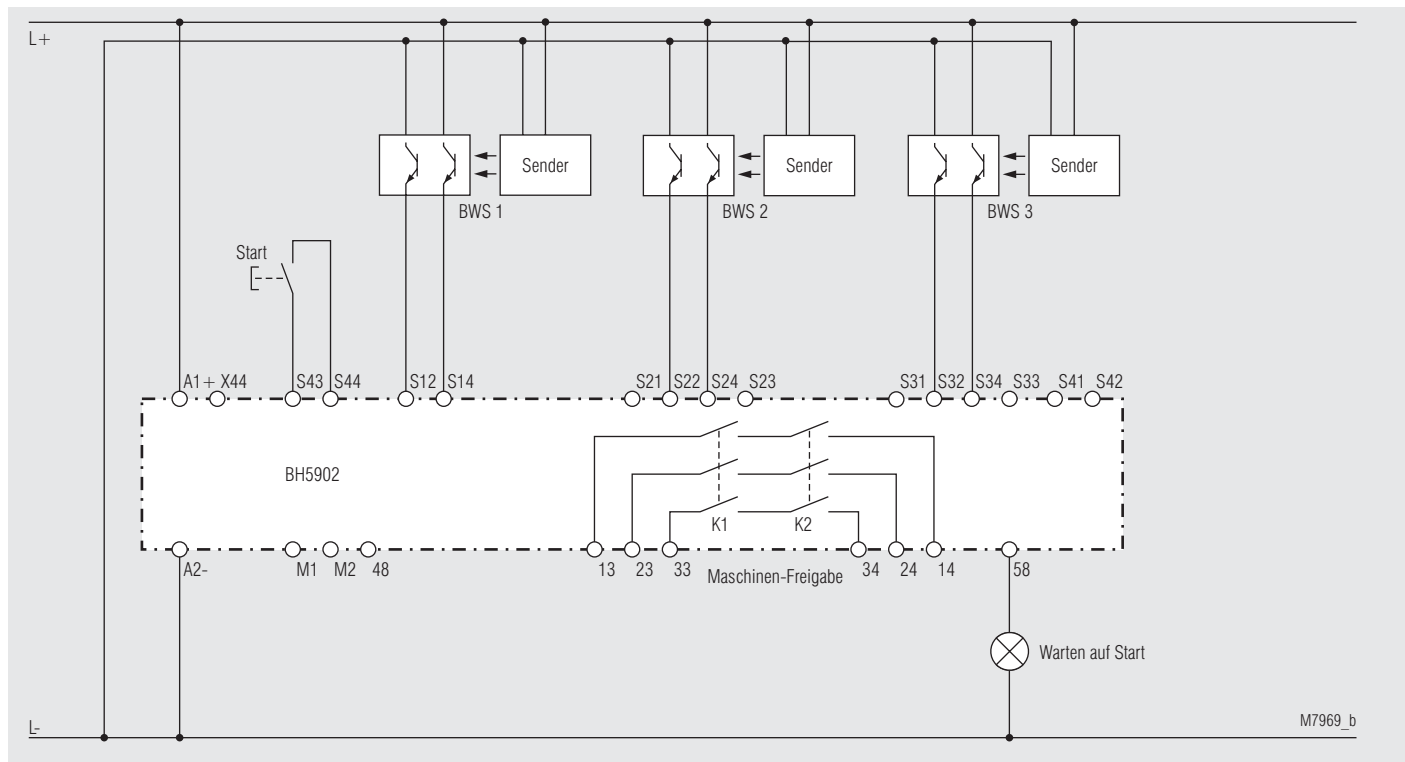

Bild 1: Schutzbetrieb mit 3 BWS, Hand-Start oder Auto-Start, Einstellungen ohne Kontaktverstärkung
- Schutzbetrieb (siehe auch Bild 1)**